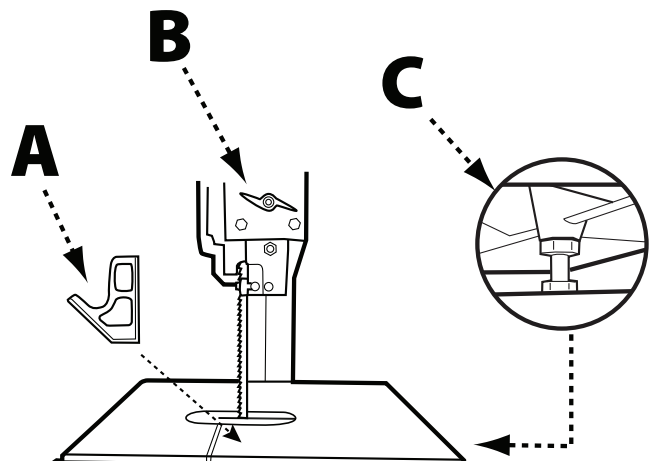

FIGURA 11
Coloque una escuadra de carpintero (A) contra el frente y la parte posterior de la hoja y verifique la alineación de la mesa. Si la mesa está descuadrada, consulte la figura 11 y proceda como se indica a continuación:
- Eleve el ensamble de la guía de la hoja superior aflojando la perilla de seguridad (B).
- Afloje la tuerca de la brida (C) en el muñón inferior usando una llave de boca de 12 mm y ajuste el tornillo de fijación hasta que la mesa esté cuadrada con la hoja al frente y atrás.